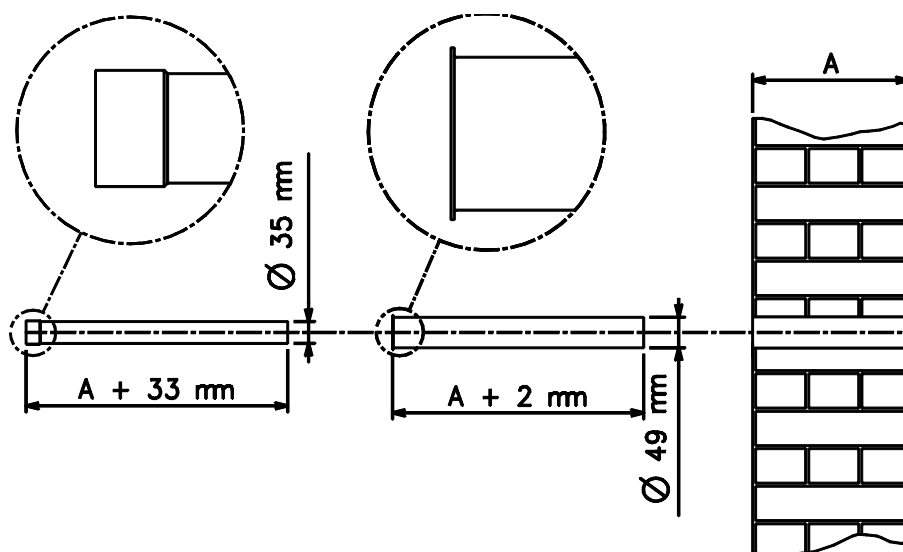

Abbildung 6 – Hinweise zum Schneiden des Zuluft-/Abgasrohrs
5. Die Leitungslänge (Zuluft- und Abgasleitung) der effektiven Wandtiefe anpassen und die Überlänge abschneiden: zur Bestimmung der genauen Länge siehe Schema Abbildung 6.